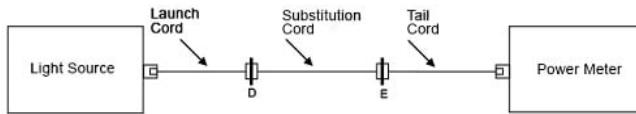

图 7. 设置参照
- a. 使用发射光纤、替换线和接收光纤在光源和功率计之间设置参照（见图 7）。